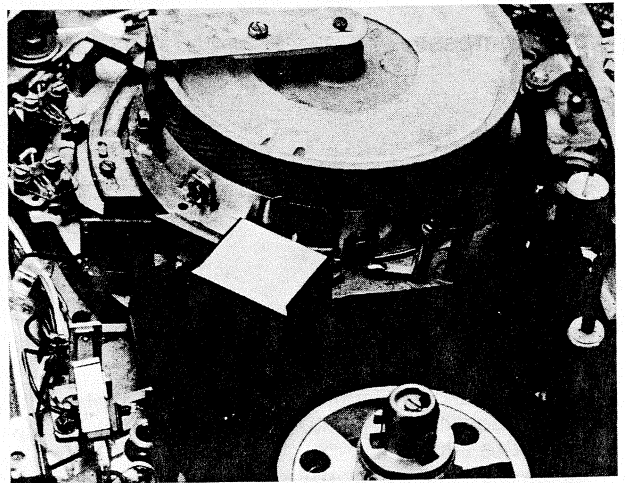

Abb. 4
Nur beim Wechsel des Löschkopfes die Einstell-Lehre ④ für die Kupplungshöhe und den Vollspurlöschkopf gemäß Abb. 4 anlegen und den Kopfspiegel kontrollieren.